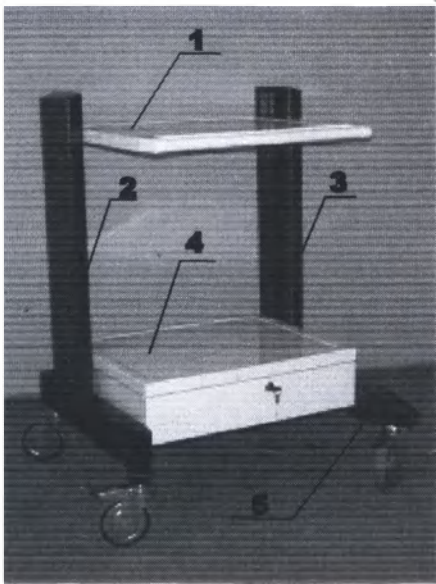

Рис.2
6.2 Состав стойки тип 7 указан в таблице 4 и рис.2